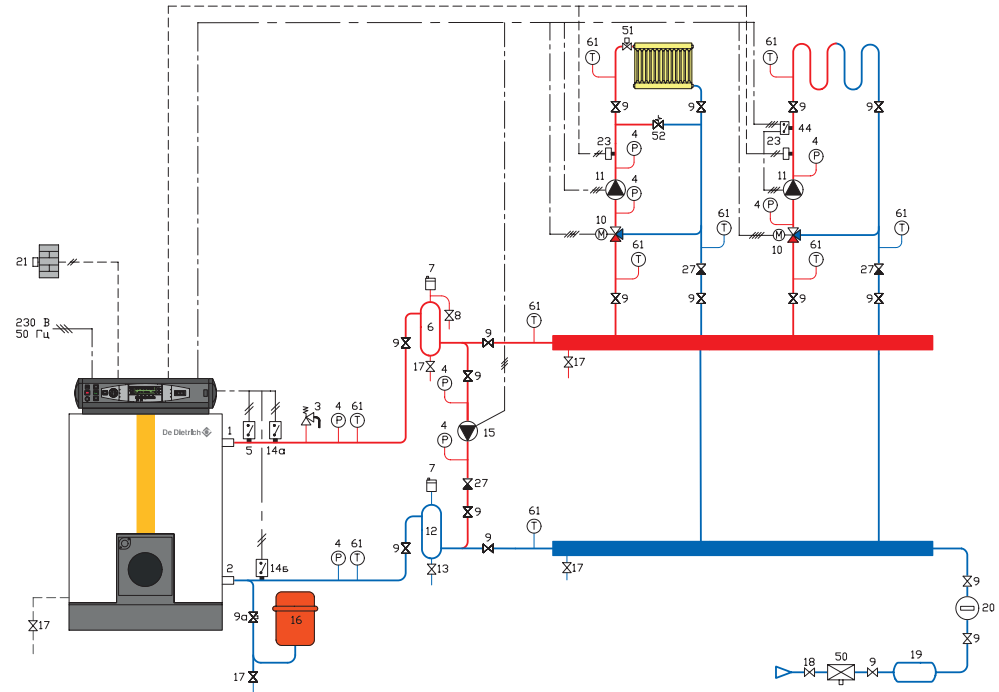

Рисунок 15. Подпитка отопительной установки в обратный коллектор
3. Подпитка отопительной установки в обратный коллектор (рисунок 15)